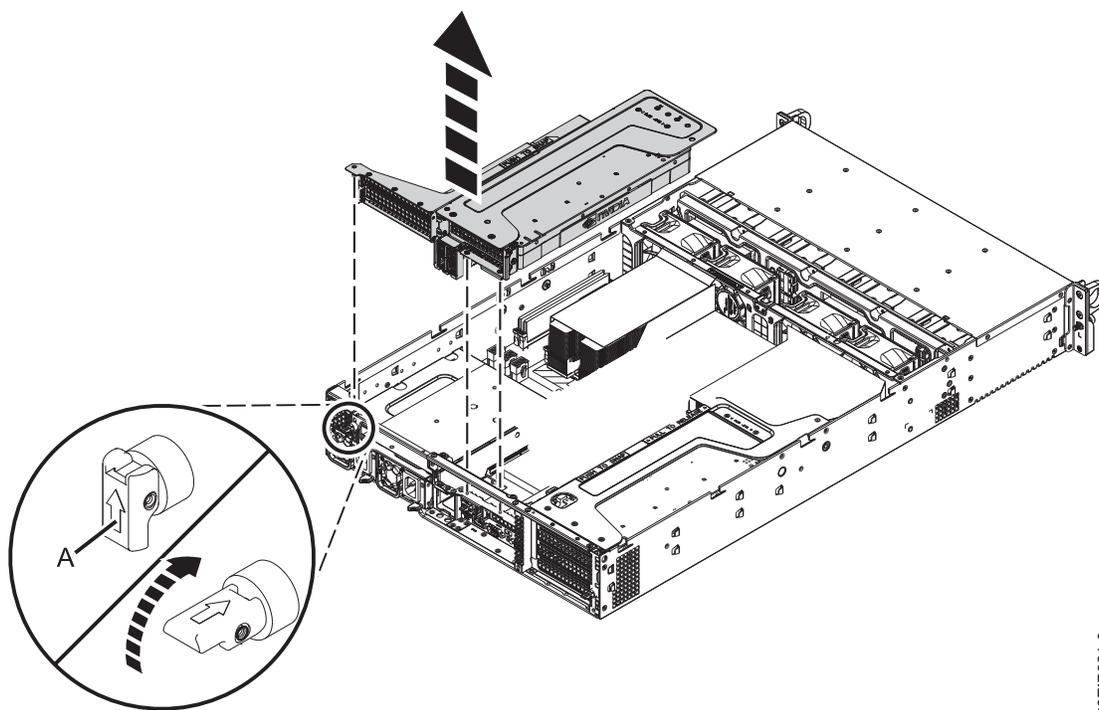

図 21. PCIe ライザーの取り外し
3. PCIe ライザーを取り外します (図 21 を参照)。 保持ピン (A) を引っ込めて、矢印がシステムを指すようにします。 ライザーの前面にあるサポートからねじを取り外します。